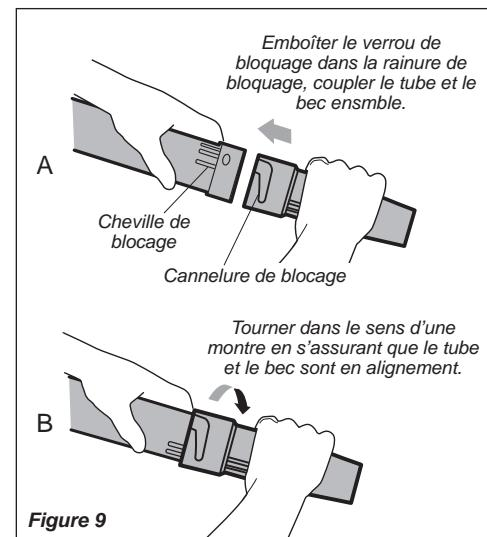

Figure 9
- Saisir le bec et emboîter le bec au verrou bloquant du tube pivotant, en s'assurant que le fil static est sécurisé. Voir Figure 9.
- Verrouiller le bec au tube pivotant en tournant le bec pour s'assurer d'un bon alignement. Voir Figure 9.